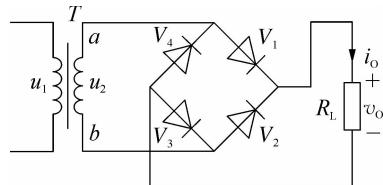

图 1-1-15 桥式整流电路
2. 在桥式整流电路中(图 1-1-15), 若要求输出电压为 18 V, 负载电流为 2 A, 试求: